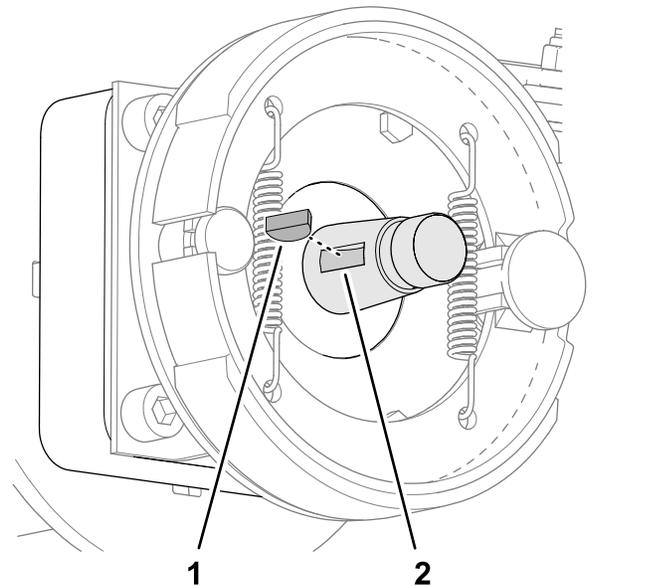

Figura 79
- Retire la chaveta semicircular del eje del motor de la rueda (Figura 79).